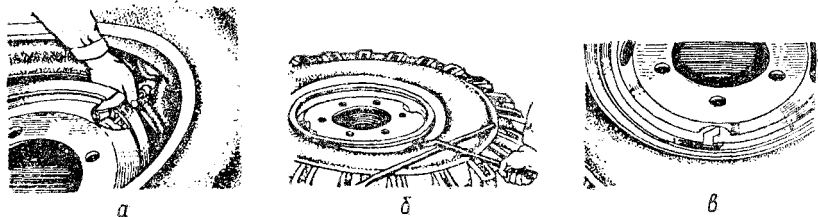

Рис. 35. Сборка колеса с шиной
2. Вставить в покрышку камеру и слегка накачать ее, заправить ободную ленту, затем шину положить на обод с перекосом, расположив вентиль против вентильного паза (рис. 35а). Ввести вентиль в вентильный паз. Приподнять шину со стороны вентильного паза и надвинуть ее на обод так, чтобы нижний ее борт попал в монтажный ручей обода. Надеть шину на обод полностью и нажать на наружный борт над вентиляем так, чтобы вентиль вышел из отверстия в диске.
3. Вставить конец монтажной лопатки с изогнутым концом в замочную канавку обода, а прямую лопатку положить на борт шины перпендикулярно правой лопатке. Прилагая усилия к первой лопатке, осадить верхний борт шины вниз за посадочную полку обода (рис. 35б).
4. Надеть бортовое и замочное кольца, совместив разрез замочного кольца с ограничителем и специальную выштамповку на кромке замочного кольца с одним из демонтажных пазов бортового кольца (рис. 35в).